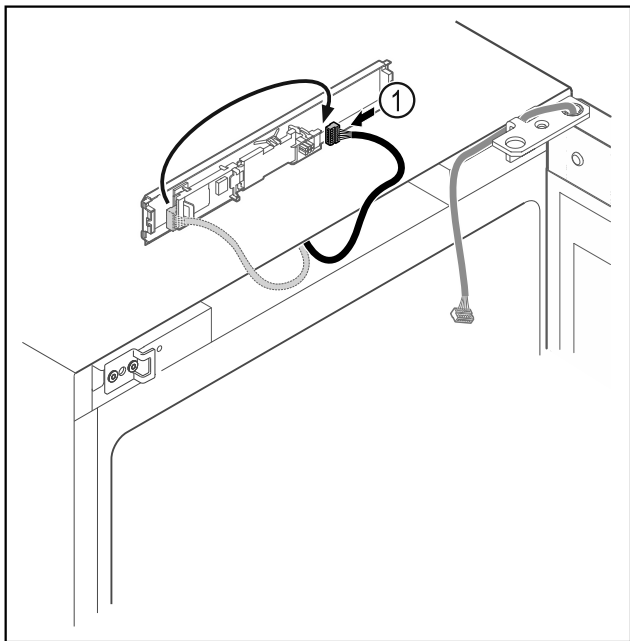

Fig. 17
- ▶ Pārspraudiet spraudni Fig. 17 (1) uz shēmas plati.